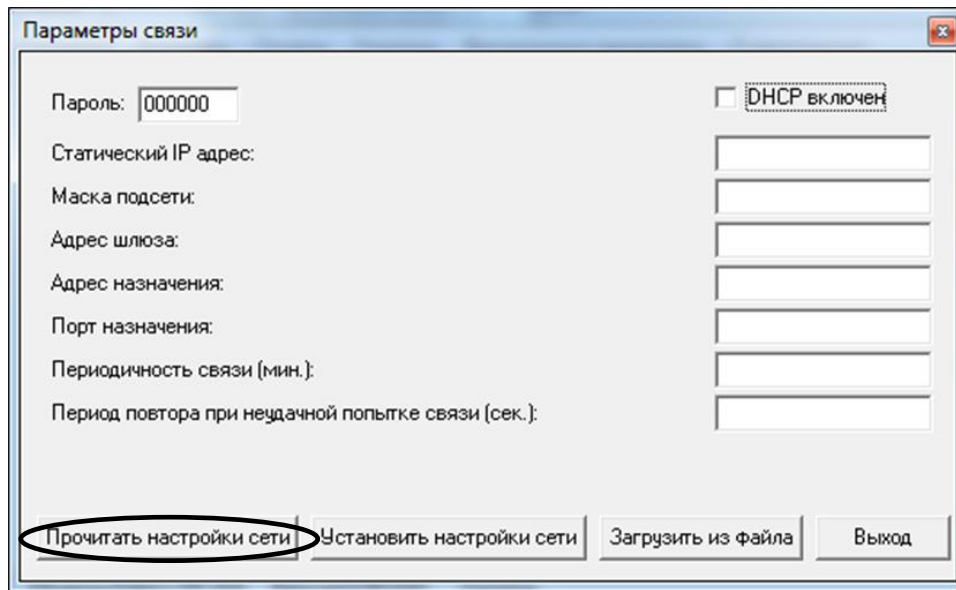

Рисунок 29
6.1.5 У вікні «Параметры связи» натиснути на кнопку «Прочитать настройки сети» (рисунок 29).